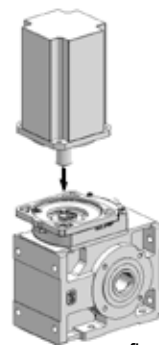

fig. 3
- introdurre dall'alto il motore fino a battuta (ved. fig. 3);